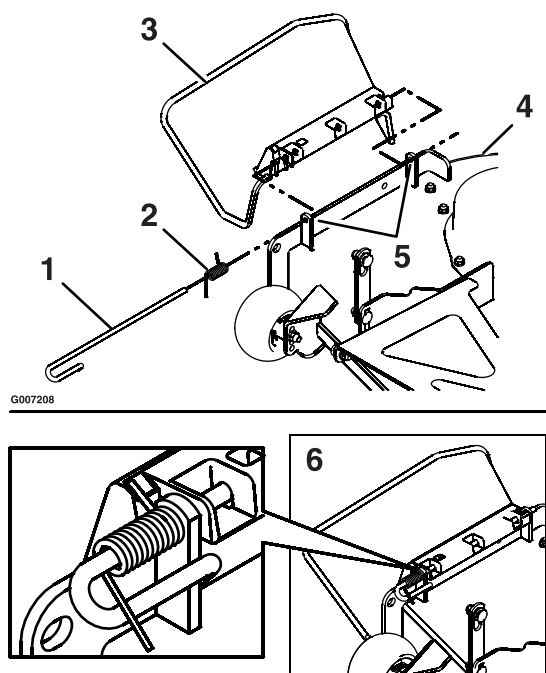

Figura 13
1. Localice los elementos mostrados en la Figura 13.
4. Oriente el muelle de modo que la pata corta señale hacia el deflector de descarga y la pata más larga señale hacia la plataforma, según se muestra en Figura 13. Coloque el muelle en la varilla y deslice el extremo recto de la varilla por el soporte delantero
5. Instale el muelle y la varilla de manera que la varilla no pueda salir del soporte delantero, y que el muelle retenga el deflector de descarga en la posición bajada. Consulte la orientación correcta en Figura 13.